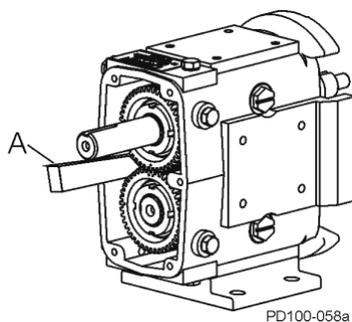

Abbildung 41 - Blockieren der Wellendrehung
2. Verhindern Sie durch Einsetzen eines Keils oder eines weichen Stifts zwischen den Zahnradern, dass sich die Wellen drehen (Abbildung 41, Pos. A). Entfernen Sie die Zahnradmutter mithilfe eines Zahnradmutterwerkzeugs (siehe unten). Die Zahnräder werden später ausgebaut.